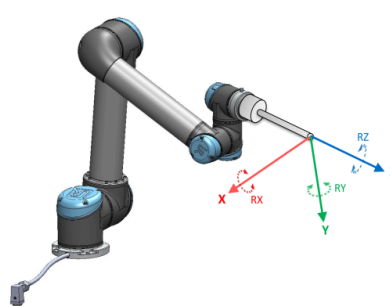

Figure 16.2: ツール (TCP) のフィーチャー
- ・ ツールフィーチャーは現在の TCP 中心を起点に位置します (図 16.2 参照)